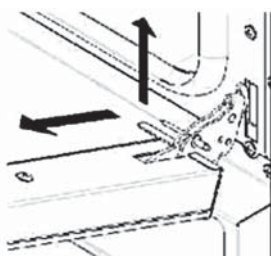

Fig. 7
- alzare leggermente la porta e sfilarla (Fig. 7);